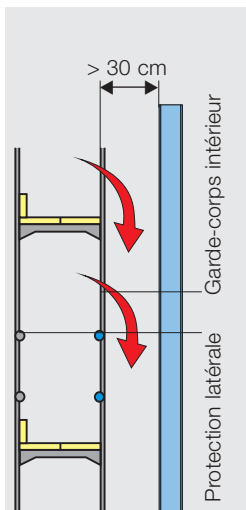

Figure 12: garde-corps intérieur.
- garde-corps intérieur pour la construction d'ouvrages à ossature métallique préfabriqués (fig. 12)